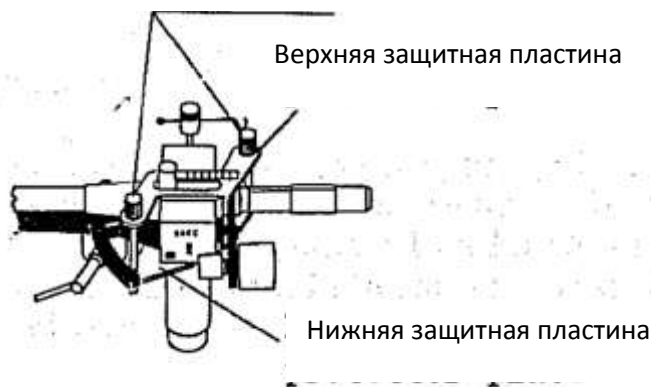

Рис.4.
2. Удалите транспортировочную защиту тонарма, отвинтив пластины и винты крепления (рис. 4). Рекомендуется, чтобы пластины и винты были сохранены для использования в будущем, когда тонарм транспортируется.